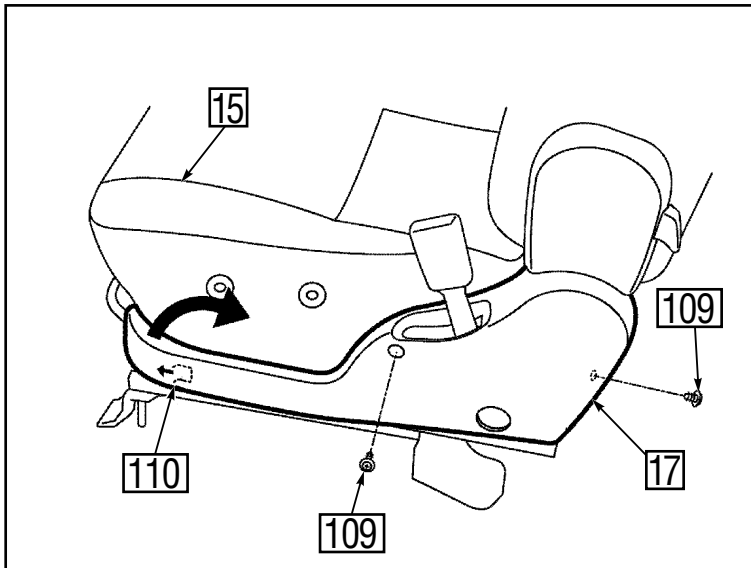

Abb. 13 - Fig. 13
- a) Die Zusatzhalterung ⑨ (L) zusammen mit der seitliche Halterung ⑧ (L) und das Distanzstück ⑪ an der linken Seite des Beifahrersitzes ⑮ anbringen.
⑫: Bolzen (M6x12) (2x)
⑬: Bolzen (M6x25) (1x)
- b) Die seitliche Abdeckung ⑰ (L) wieder an der linken Seite des Beifahrersitzes ⑮ anbringen. (Siehe Abbildung 13)
- a) Fit the sub bracket ⑨ (L) together with the side bracket ⑧ (L) and the spacer ⑪ onto the passenger's seat ⑮ left hand.
⑫: Bolt (M6x12) (2x)
⑬: Bolt (M6x25) (1x)
- b) Replace the side cover ⑰ (L) onto the passenger's seat ⑮ left hand. (See figure 13)
- a) Fixez l'ensemble du support inférieur ⑨ (G), le support latéral ⑧ (G) et l'entretoise ⑪ du côté gauche du siège du passager ⑮.
⑫: Boulon (M6x12) (2x)
⑬: Boulon (M6x25) (1x)
- b) Remplacez la garniture latérale ⑰ (G) du côté gauche du siège du passager ⑮. (Voir la figure 13)